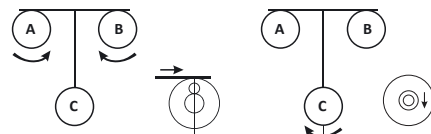

Fig. 3
- Utilisez les vis de levage A, B, C pour centrer la bulle. En tournant simultanément les vis A et B, déplacer la bulle vers la droite. Repousser la bulle en tournant la vis C (Fig. 3).